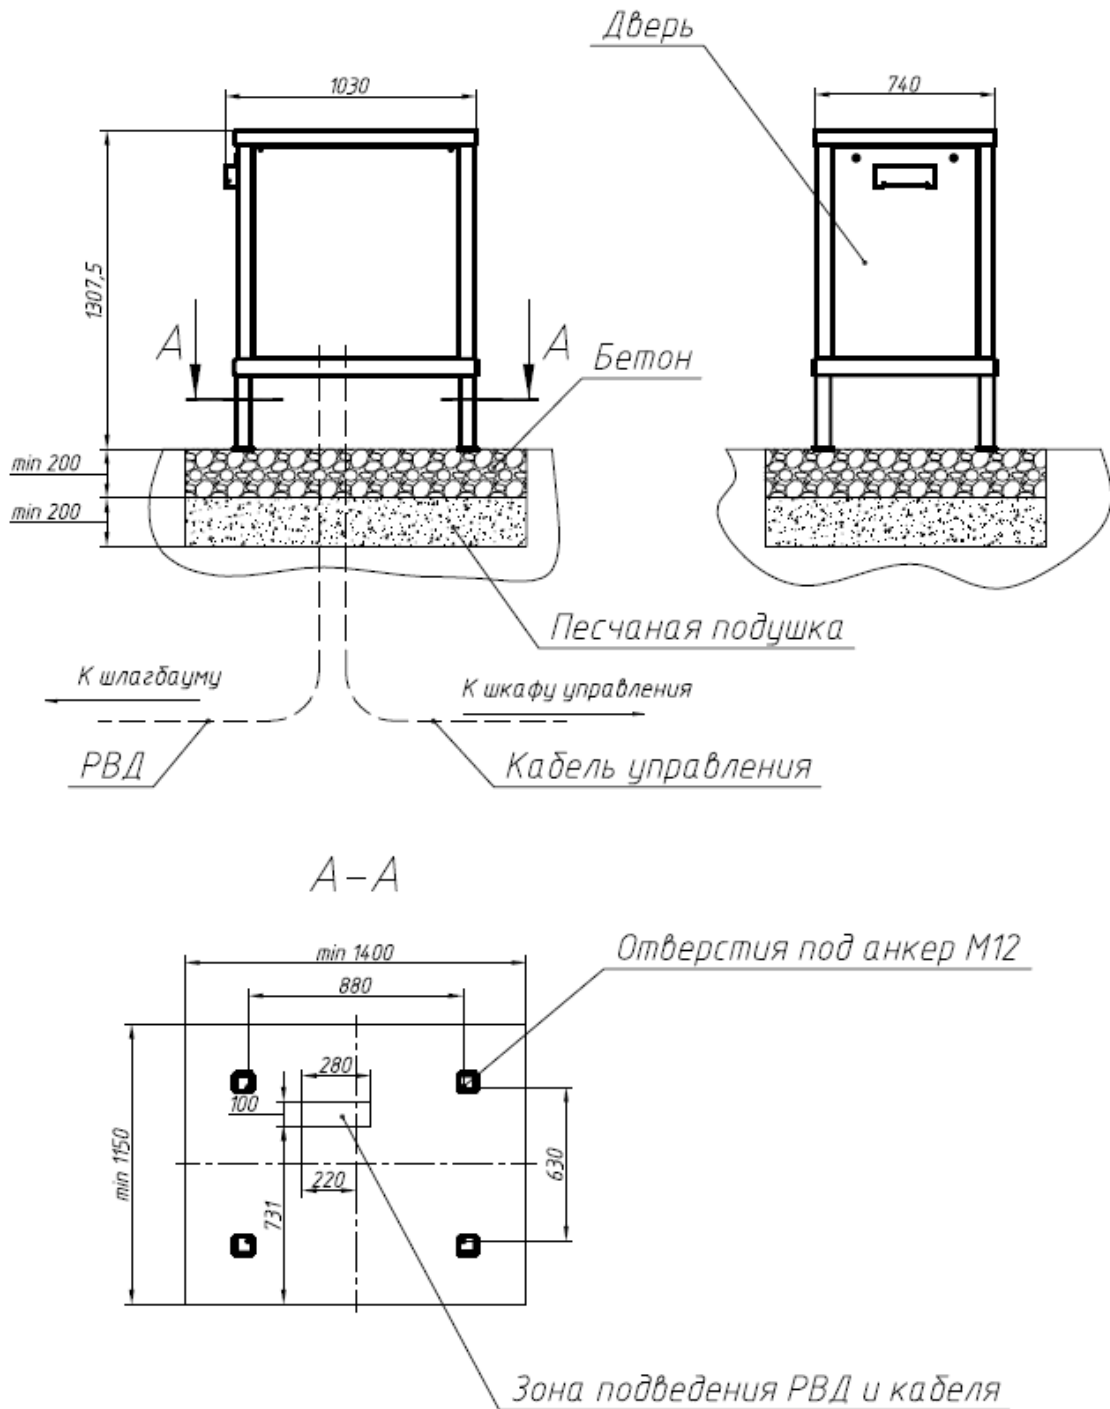

рис.10
2.10 Установить кожух гидростанции (опция) в выбранном месте (размер твердого основания для установки кожуха не менее 1400x1150x200мм), закрепив его к площадке при помощи анкерных болтов М12х100мм (рис. 10). При выборе места установки кожуха гидростанции учесть, что стандартная длина поставляемых РВД - 10м (расстояние от зоны подвода РВД до выбранного места не должно превышать 5м).